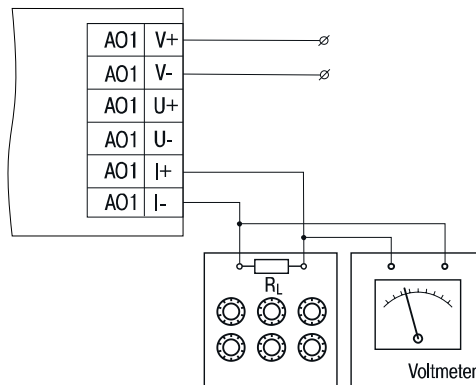

Fig. 6.3 Conexión de la señal de corriente de referencia a una salida ($R_L < 300$)
1. Conecte la señal de referencia de acuerdo con la Fig 6.3 o 6.4 a la salida.